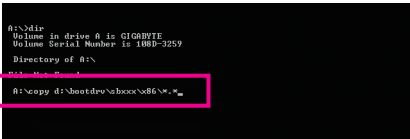

図 1
- 3: A:>プロンプトで、以下のコマンドを入力します。コマンドの後で<Enter>を押します (図 1):